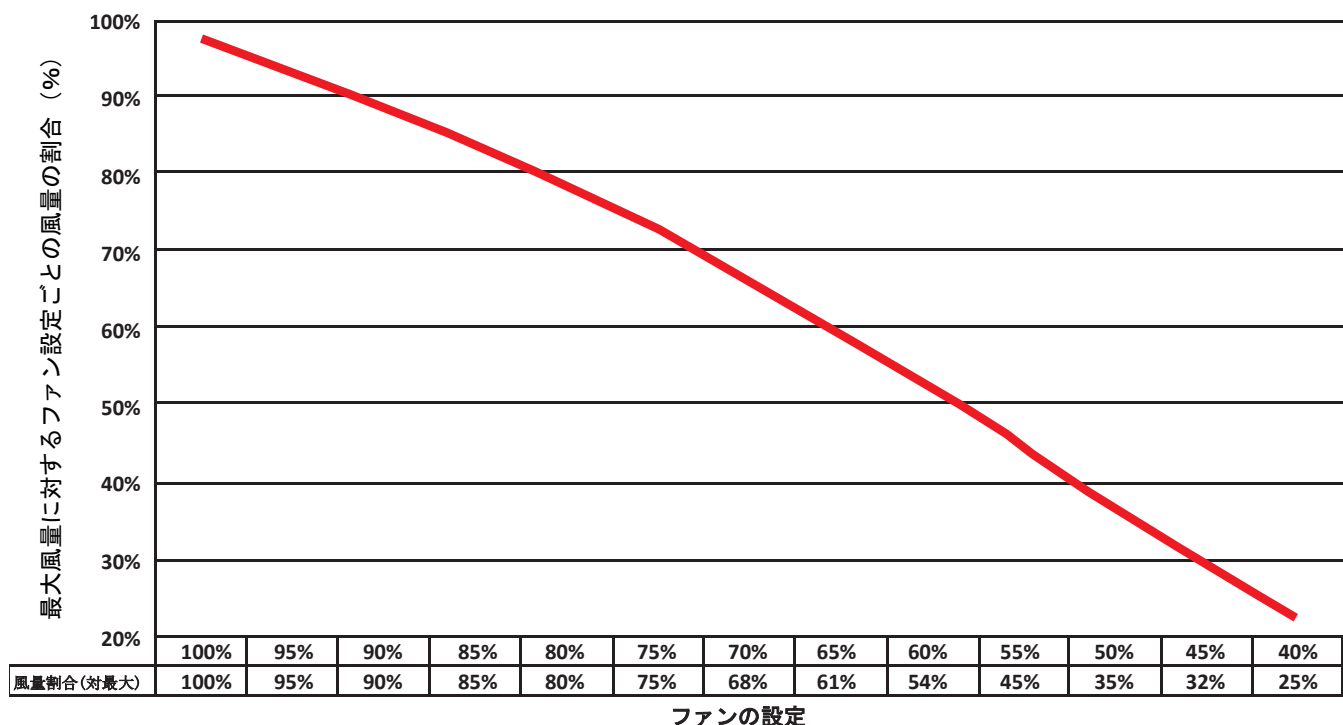

図4.5: 可変ファンの風量
- ファン速度50%の設定は風量50%と同等ではありません (図4.5)
水を活用することで、気化熱により豚を効果的に冷却することができます。これまでの調査によると、噴霧よりもスプリンクラーの方が効果的であることが分かっています。(図4.5)